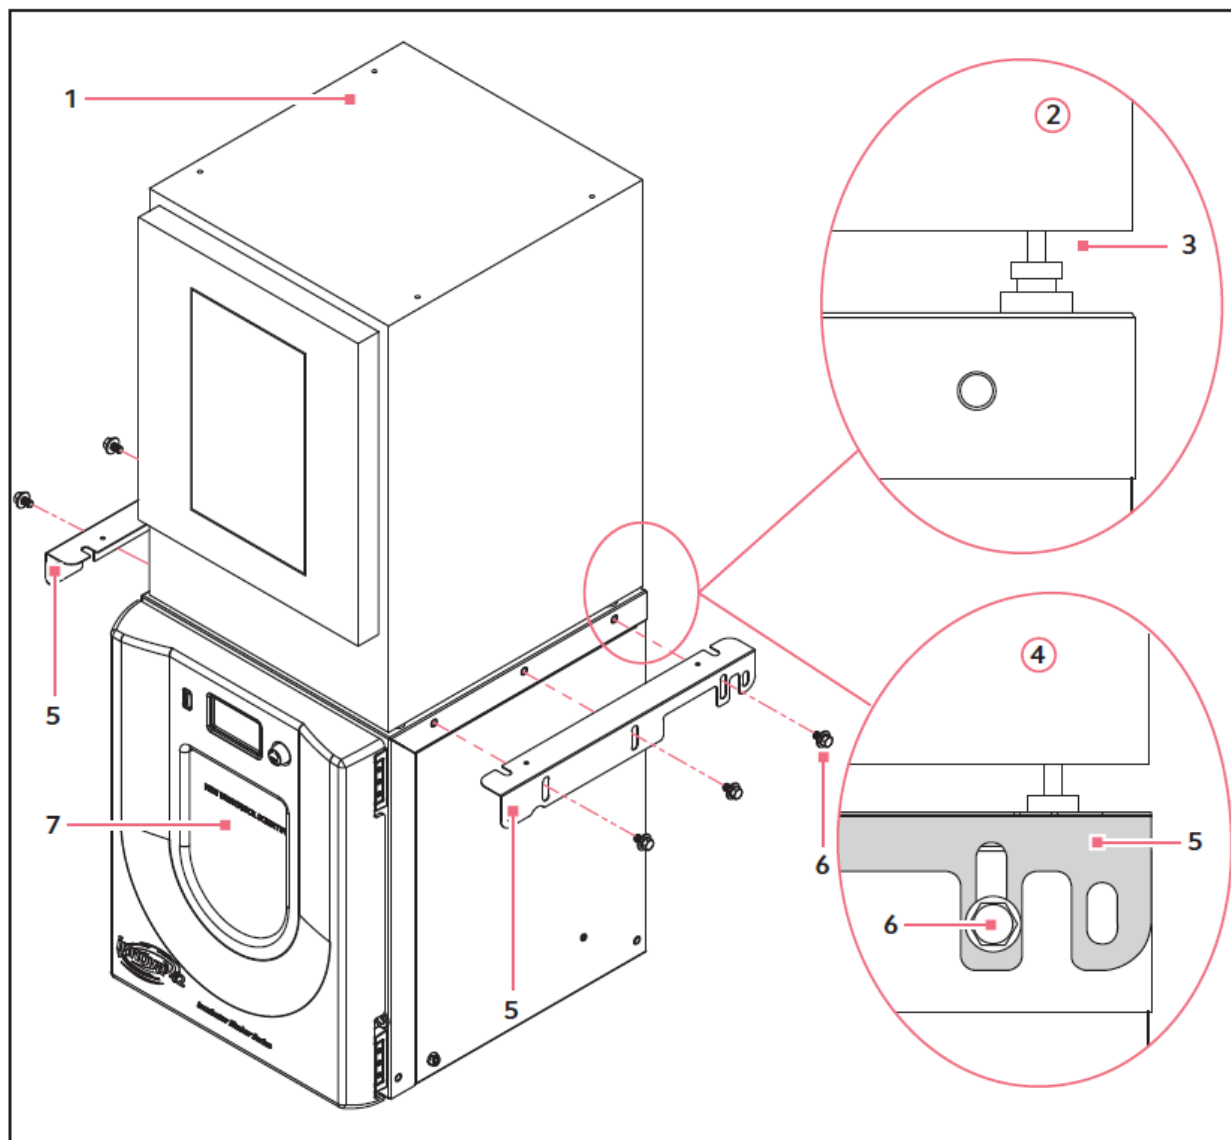

Рис. 4-10: Установка Innova 4200/4230 на Innova 42/42R
3. С помощью подъемника или другого подходящего оборудования поставьте прибор Innova 4200/4230 поверх Innova 42/42R, чтобы они располагались точно по центру друг относительно друга и смотрели в одну сторону (см. рис. 4-10 на стр. 38).